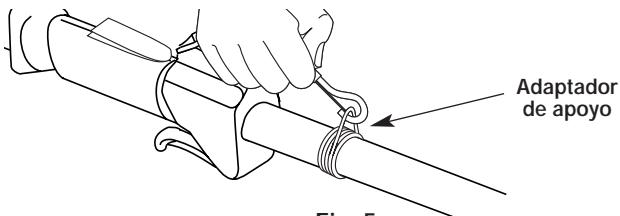

Fig. 5
- Coloque el arnés por encima de su cabeza y sobre su hombro. Abroche en el adaptador de apoyo (Fig. 5).